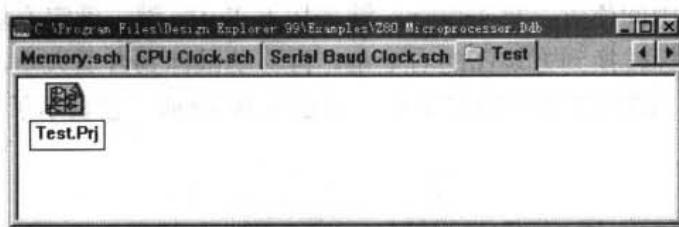

图 6-7 建立项目电路的顶层文件
- (1) 建立项目目录：打开 Design Explorer 99 SE\Examples\Z80 Microprocessor.ddb，单击 Z80 Microprocessor.ddb 选项卡使其处于激活状态，执行菜单命令 File|New，选择新文档类型为 Document Fold（文件夹），并将生成的文件夹名称更名为 Test。
- (2) 建立顶层电路图：双击 Test 文件夹使其打开，执行菜单命令 File|New 或选择在编辑窗口内的弹出菜单中的 New 命令，选择新文档类型为 Schematic Document(原理图)，并将生成的原理图文件名更名为 Test.Ppj，如图 6-7 所示。